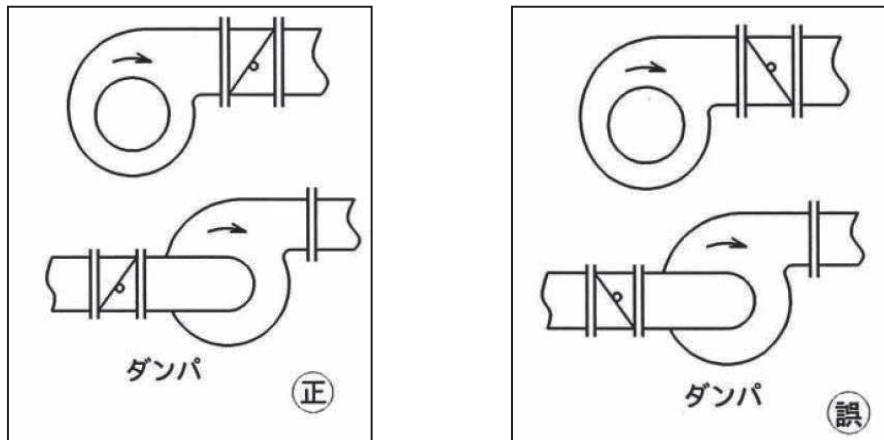

図 15 ダンパ取付方法
- (1) 別途提出の外形寸法図を参照し、送風機羽根車の回転方向に注意して所定の位置に（図 15 参照）取り付けてください。
- (2) 電動式、エアーシリンダ式の場合は、各操作機の取扱説明書を良く読んでご使用ください。